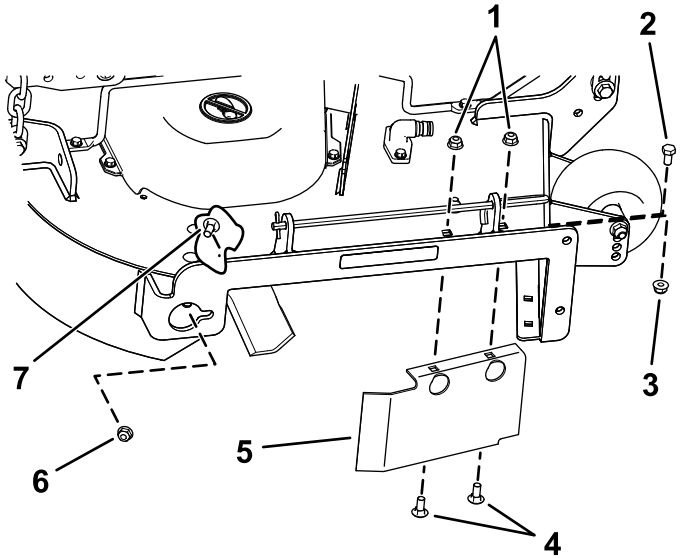

Рисунок 17
- Отверните каретный болт (5/16 x 3/4 дюйма) и контргайку (5/16 дюйма) на задней стенке деки газонокосилки, которые крепят дефлектор к деке (Рисунок 17).
- Используйте ранее снятые крепежные детали, установив их в передние отверстия пластины выброса и переднее отверстие деки (Рисунок 17).
- Найдите ограждение дефлектора на передней кромке отверстия бокового выброса (Рисунок 17).
- Снимите детали крепления ограждения дефлектора и правого дефлектора к деке газонокосилки (Рисунок 17).